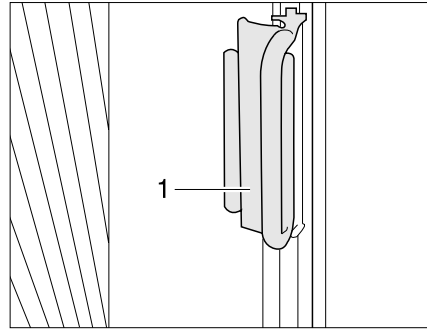

Bild 4 Faltscheibe, Verriegelung
- ▶ Die Faltscheiben zu beiden Seiten der Frontscheibe jeweils am Griff (Bild 4,1) fassen und vorsichtig zur Mitte der Frontscheibe hin zuziehen, bis der Magnetverschluss die Faltscheibe geschlossen hält.
- ▶ Den Griff (Bild 4,1) auf den Aufsatz schieben. Die Faltscheibe ist gesichert.